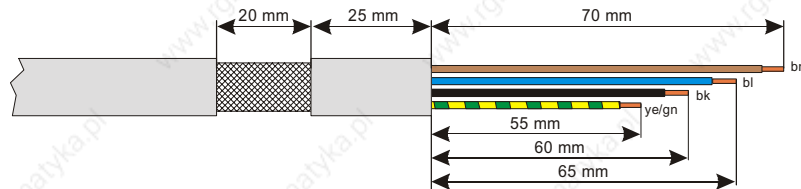

Fig. 6-1 Préparation le câble moteur
2. Préparer le câble moteur côté appareil conformément à la figure 6-1 l'équiper d'embouts de conducteurs.
4. Visser le connecteur sur la face avant (pos. 11).